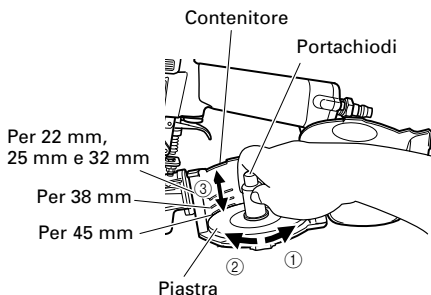

Fig. 2
- (2) Regolare la posizione del portachiodi secondo la lunghezza dei chiodi. (Fig.2)